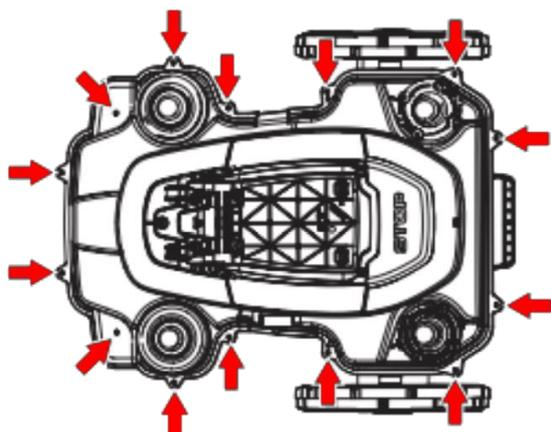

Figure 2
Le châssis se compose d'une partie supérieure et d'une partie inférieure. Ils sont fixés les uns aux autres avec 14 vis. Les 14 vis sont indiquées par des flèches sur la figure 2.
1. Desserrez les 14 vis (torx 20). Voir la figure 2.